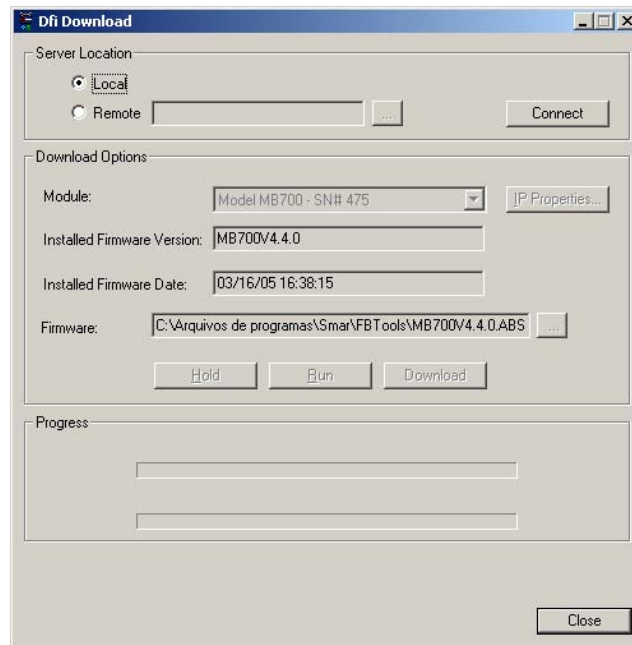

Figura 3.11 – Dfi Download – Tela para Encerrar a Operação
23. Para encerrar, clique na opção *Close*, conforme a Figura 3.11.